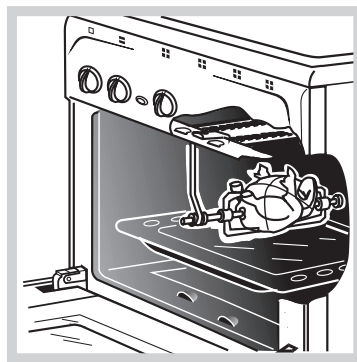

Рис.8
- Насадите на штык кусок мяса или тушку птицы и закрепите его вилками посредством крепежных винтов. Закрепленный на штыке кусок мяса должен находиться точно под грилем (рис. 8).